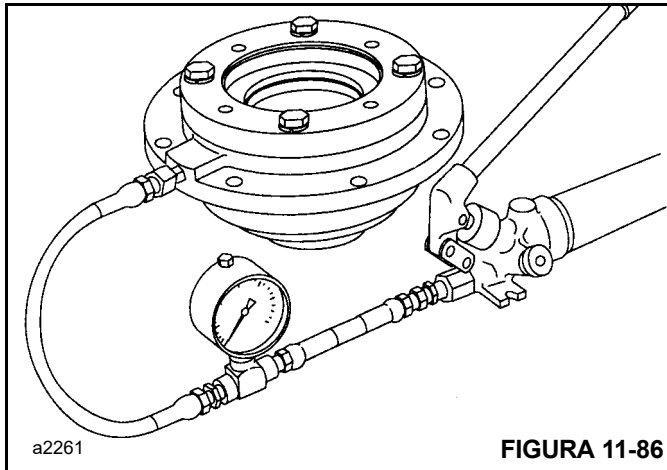

FIGURA 11-86
1. Instale el adaptador -4 J.I.C. en la lumbrera de liberación de freno. Conecte una bomba manual con un manómetro de 0 - 38.00 bar (0 - 2000 psi) y válvula de corte a este adaptador (Figura 11-86).